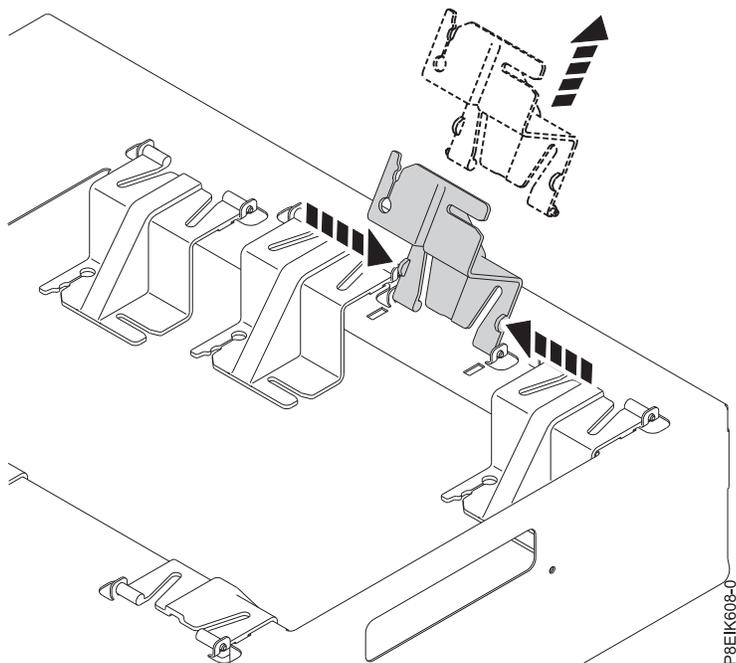

図 29. キャリアからのホルダーの取り外し
- a. ホルダーを上回転させます。ホルダーの両側を指先で強く挟み付けて、キャリアから取り外します (26 ページの図 29 を参照)。